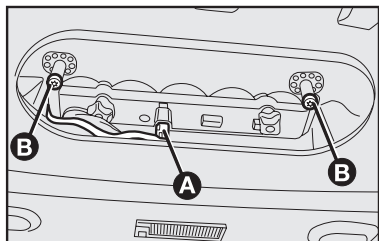
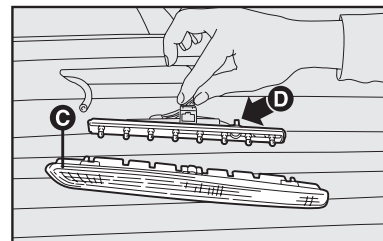

fig. 26
fig. 27
### **BRAKE-LIGHT (TERCERA LUZ DE FRENO) fig. 26 y fig. 27**
- quite los soportes laterales **B-fig. 26**
- saque la lámpara montada a presión **fig. 27** y sustitúyala.